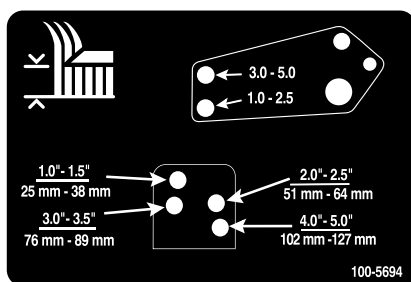

Figura 29
10. Allineate i fori dei tiranti di smorzamento con i fori della staffa per l'altezza di taglio desiderata sul telaio del piatto di taglio, inserite i perni con testa e montate le coppiglie (Figura 29).